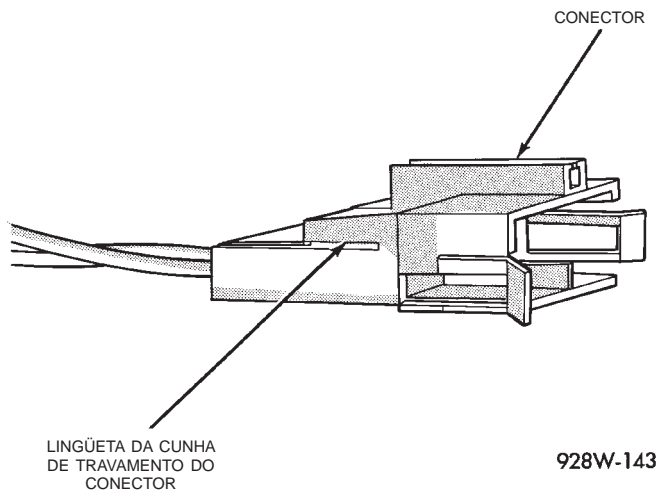

Fig. 19 Cunha de Travamento do Conector
(2) Desconecte o conector que deve ser consertado de sua metade de contato/componente.
(3) Remova a cunha de travamento do conector, se necessário (Fig. 19)